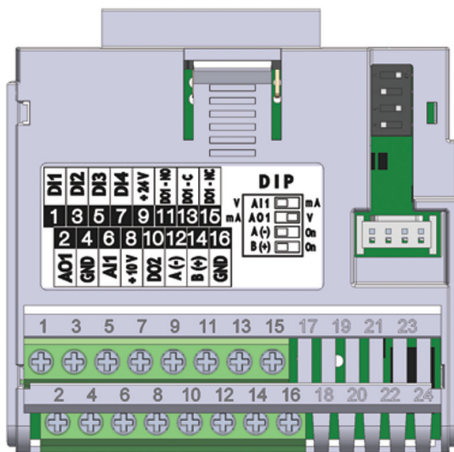

Figura 17.1: Módulo Plug-In CFW500-IO5
O módulo plug-in CFW500-IO5 possui somente a interface Serial (1) através da porta RS485 nos bornes 12(A-) e 14(B+), veja figura 17.1.